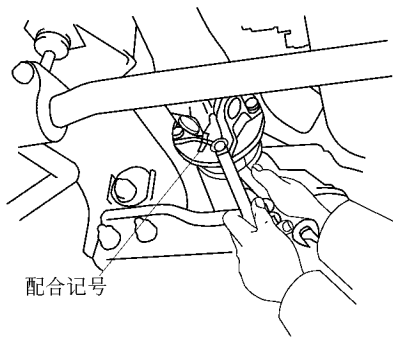

图 13-6 在各法兰上作上配合记号, 旋下四个螺栓和螺母
(3) 将主动轴法兰从前变速器的结合法兰上脱开。在各法兰上作上配合记号, 旋下四个螺栓和螺母, 如图 13-6 所示。